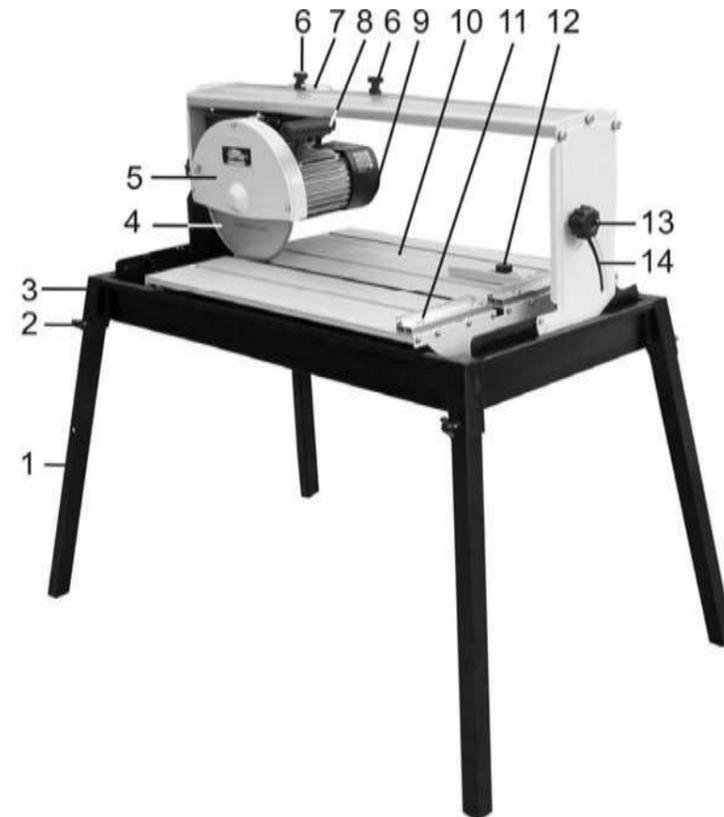

Рис.2
## 7. УСТРОЙСТВО Рис. 2,3
## 8. ТРАНСПОРТНОЕ ПОЛОЖЕНИЕ (Рис. 2,3)
## 9.2. Сборка плиткореза (Рис.2)
9.2.3. Установите пластину (20), Рис. 7, на регулируемом упоре (12), используя винты крепления (21), как показано на Рис.2, и закрепите на направляющей планке (11) рабочего стола (10).
### 10.1. Регулировка угла резания (Рис. 2,3,7,8)
### 11.1. Принцип работы (Рис. 2,3)
### 11.2. Подготовка к работе (Рис. 2, 8)
### 11.3. Выполнение работы (Рис. 2,3)